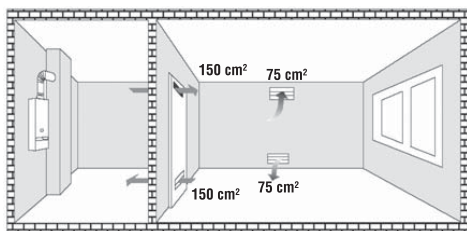

Рисунок 10
- Прямое поступление свежего наружного воздуха в смежное помещение. Два постоянно открытых вентиляционных отверстия с минимальной рабочей площадью 75 см² или одно постоянно открытое вентиляционное отверстие с минимальной рабочей площадью 150 см². Верхнее отверстие должно располагаться как можно ближе к потолку, минимальная высота которого от пола должна составлять мин. 180 см, а нижнее должно располагаться как можно ближе к полу. (Рисунок 10)